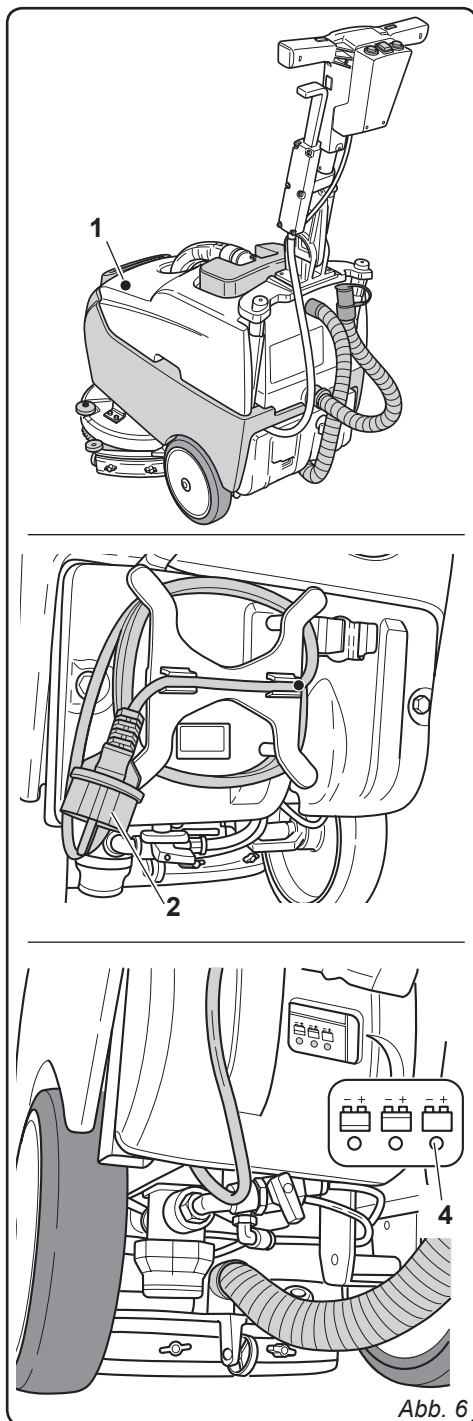

Abb. 6
4.1 LADEN DER BATTERIE (Abb. 6) (NUR AUSFÜHRUNG CB)